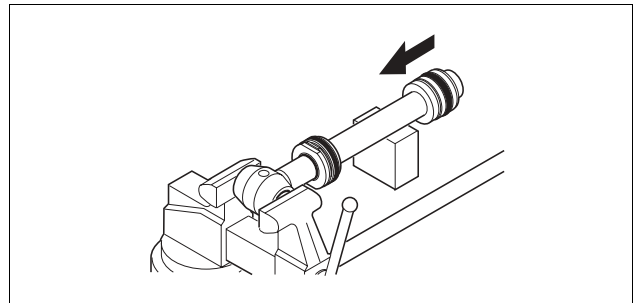

Fig. 32 Assemble the piston
- 24. Assemble the piston. *See Fig. 32.*